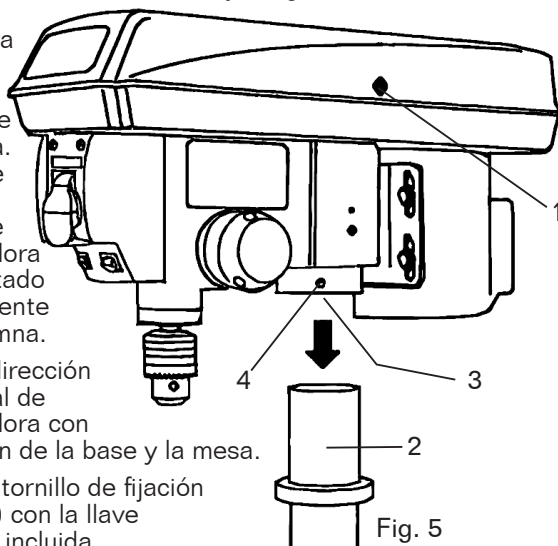

Fig. 5
## CABEZAL DE PRENSA DE TALADRO A COLUMNA (FIG. 5)
1. Levante con cuidado el conjunto del cabezal de la taladradora (Fig. 5 - 1) y colóquelo sobre la columna (Fig. 5 - 2).
2. Coloque la abertura de montaje (Fig. 5 - 3) en el cabezal de la taladradora sobre la parte superior de la columna. Asegúrese de que el cabezal de la taladradora esté asentado correctamente en la columna.
4. Apriete el tornillo de fijación (Fig. 5 - 4) con la llave hexagonal incluida.